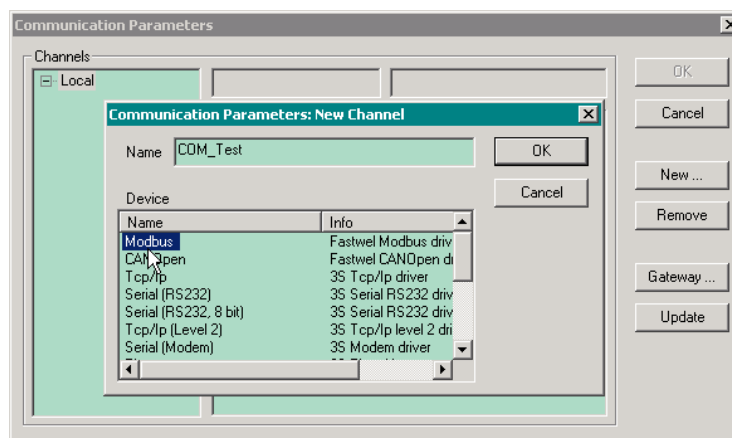
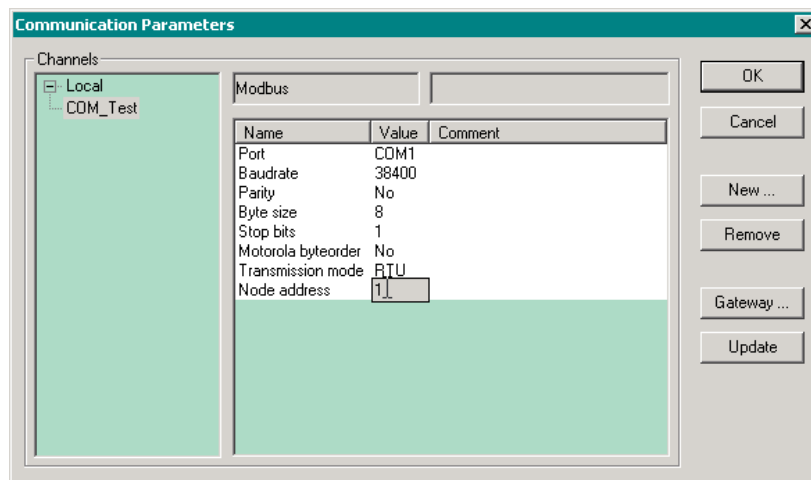

Рис. 14. Создание канала с использованием драйвера *Fastwel Modbus driver*
Рис. 15. Настройка параметров канала
3. Для создания логического информационного канала нажмите кнопку **New** и в появившейся диалоговой панели введите имя создаваемого канала, а в списке **Device** выберите строку *Modbus: Fastwel Modbus driver*, как показано на рис. 14 и закройте диалоговую панель нажатием кнопки **OK**. В древовидном списке **Channels** диалоговой панели **Communication Parameters** появится элемент, соответствующий созданному каналу, а в таблице параметров канала справа – параметры созданного канала, как показано на рис. 15.